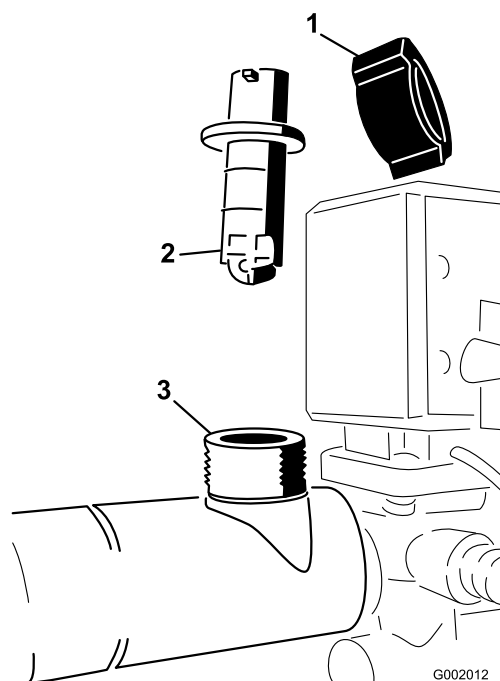

Figure 72
2. Retirez le capuchon de retenue du corps du débitmètre (Figure 72).